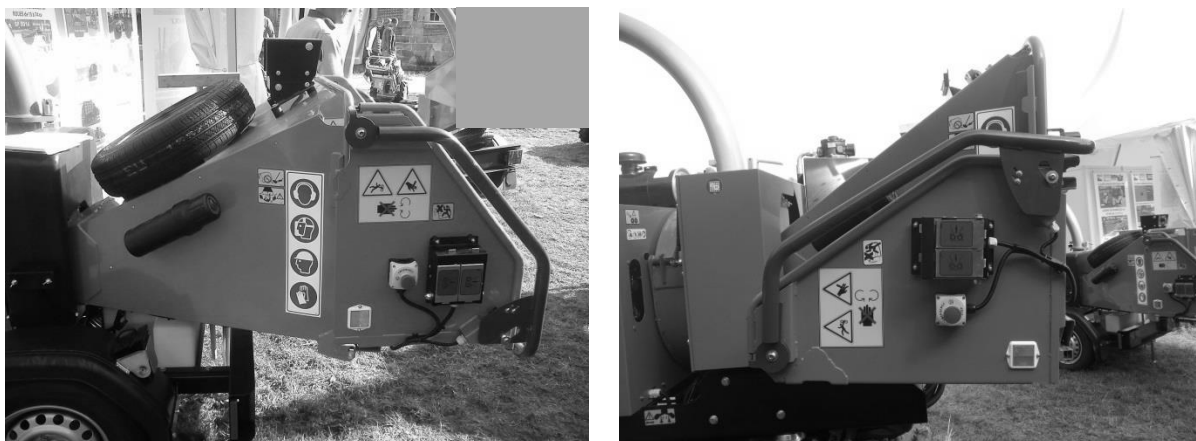

Figure 11 – Machine à goulotte rabattable ouverte (à gauche) et fermée (à droite)
- ✓ La seconde solution consiste à adapter sur la goulotte à ouverture verticale une partie rabattable. La photo ci-dessous montre un exemple de réalisation de cette solution (Figure 11). Cette partie basculante a de plus l'avantage d'intégrer d'autres composants de sécurité imposés comme les boutons d'arrêt d'urgence, les barres de sécurité et les pictogrammes.